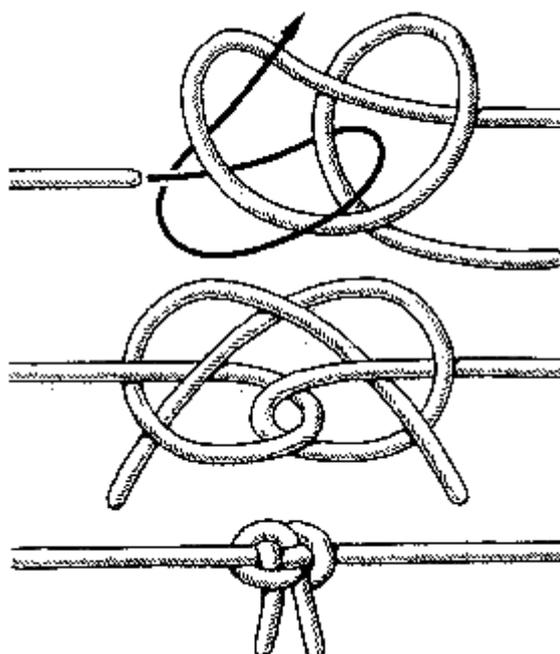

Рис. 43. Лиановый узел
**Охотничий узел** (рис. 43). Изобретение английским врачом-пенсионером Эдвардом Хантером в 1979 году нового узла вызвало в морских кругах многих стран своего рода сенсацию. Британские патентоведы, выдавая Хантеру патент на его изобретение, признали, что узел действительно новый. Более того, он отлично держит на всех тросах, включая самые тонкие синтетические лески.